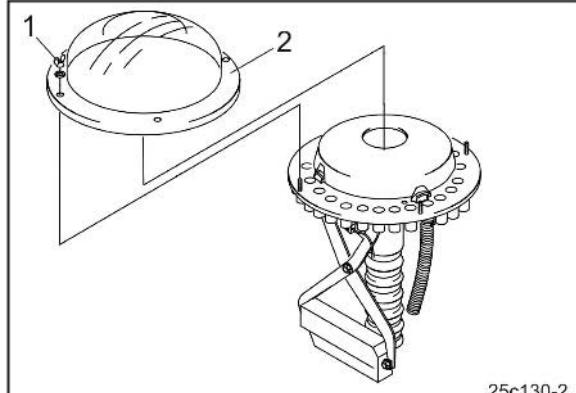

Рис. 115
4. Открутите барабанковые гайки (Рис. 115/1) и снимите с распределительной головки прозрачную пластиковую крышку (Рис. 115/2).
6. Установите пластиковую крышку (Рис. 115/2).
7. Закрепите пластиковую крышку при помощи барабанковых гаек (Рис. 115/1).